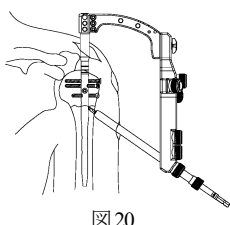
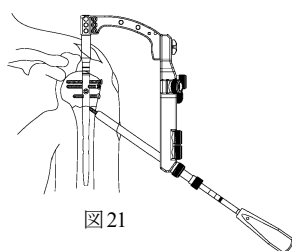

図20
図21
- 21) 骨折部をまたいでスクリューを挿入する場合など、骨折部が不安定な状態でスクリューを挿入する場合は、骨折部の再転位に十分注意を払い、必要に応じコーテックスドリル4.0 で外側皮質を開窓した後（図20）、ドリリング及びスクリューの挿入を行って下さい（図21）。